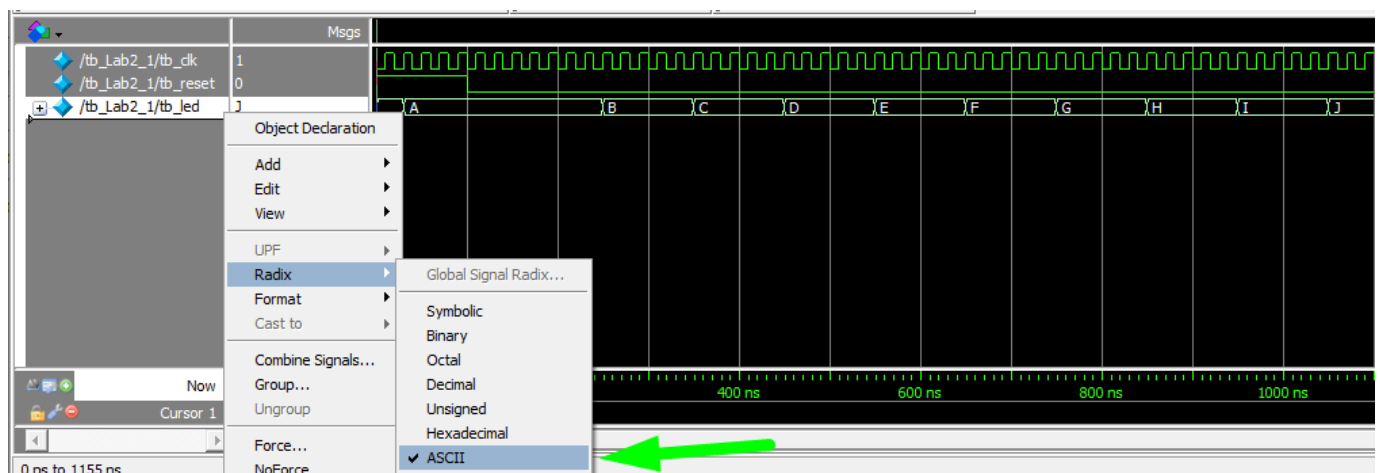

Figure 20
Ваша временная диаграмма должна быть похожа на диаграмму, приведенную на Figure 20.
- Убедитесь в том, что полученная временная диаграмма похожа на диаграмму, приведенную на Figure 20.
- f. Ваша временная диаграмма должна быть похожа на диаграмму, приведенную на Figure 20